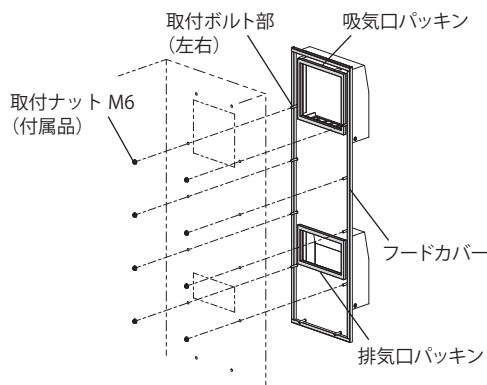

図 3
4. フードカバーの取付ボルト部 (左右) をキャビネットの抜き穴に差込み、付属の取付ナット M6 にて確実に固定してください。(図 3)